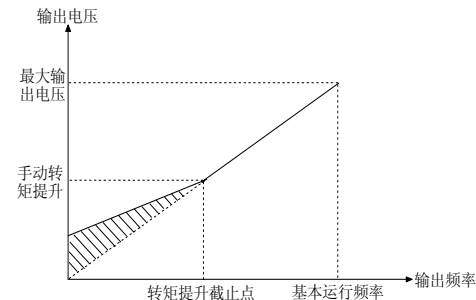

图 5-9-3 手动
- ◆ 为了补偿低频转矩特性，可对输出电压作一些提升补偿。本功能码设为0.0%时为自动转矩提升模式，设为非0%时为手动转矩提升方式，如图5-9-3。
- ◆ 该功能定义手动转矩提升的截止频率，见图5-9-3。该截止频率适用于P9.00确定的任何V/F曲线。